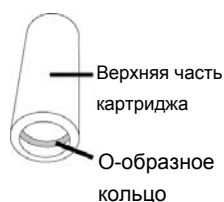

Рисунок 8
3. Внимательно осмотрите O-образное кольцо (рисунок 8) и замените его в случае необходимости (См. "Замена кольца" ниже).